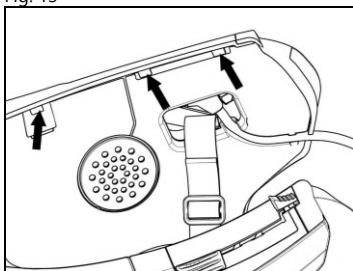

Fig. 15
- Sätt tillbaka kuddens beklädnad i plast bakom de två låshakarna (Fig. 15).